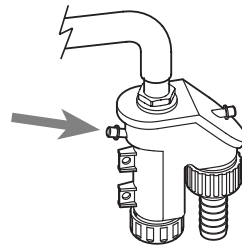

Fig. 20
4.3 MANUTENZIONE (fig. 20)
Durante le operazioni di manutenzione è necessario che il Servizio Tecnico Autorizzato controlli che il gocciolatoio sifonato sia pieno d'acqua (verifica necessaria soprattutto quando il generatore rimane inutilizzato per un lungo periodo). L'eventuale riempimento si effettua dall'apposito imbocco (fig. 20).